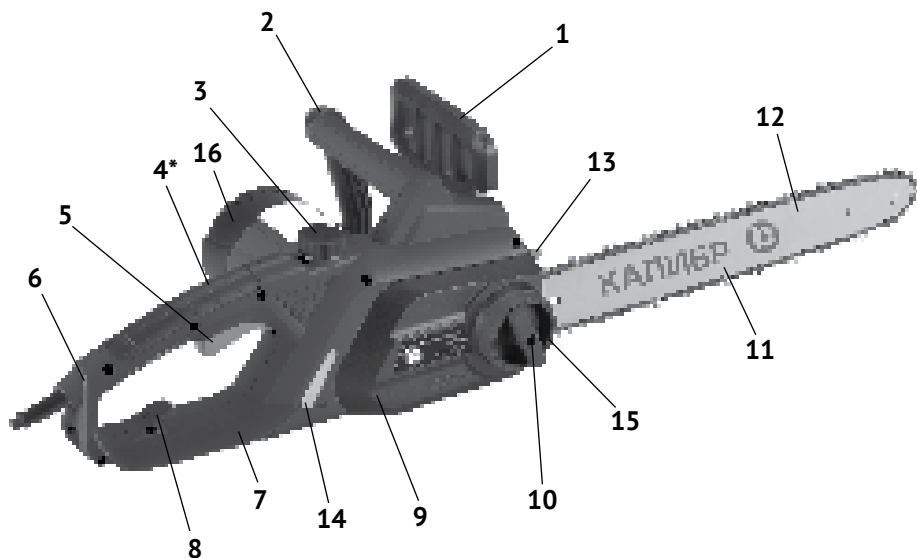
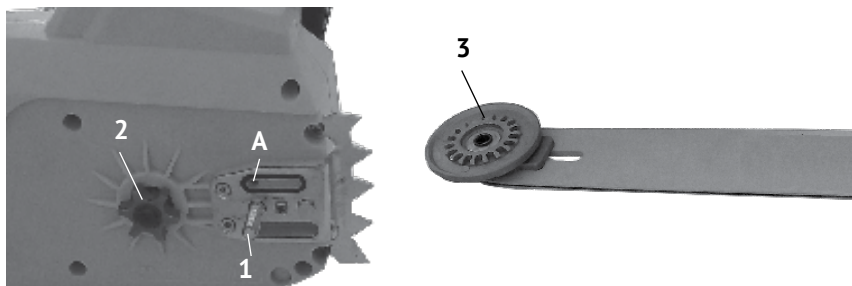

рис. 1
рис. 2
Привод цепи осуществляется однофазным коллекторным электродвигателем. Рабочим органом пилы является пильный аппарат, состоящий из бесконечной (замкнутой) пильной цепи (рис.1 поз.12), бегущей по направляющей шине (рис.1 поз.11).
1.3 Включение пилы в работу осуществляется нажатием на клавишу выключателя (рис.1 поз.5). Выключатель имеет блокировку от случайного включения. Нажатием кнопки (рис.1 поз.4, слева на задней рукоятке), клавиша выключателя разблокируется. После нажатия на клавишу выключателя (рис.1 поз.5), включается двигатель, и ведущая звёздочка приводит в движение пильную цепь. Отпущенная клавиша и кнопка блокировки (с характерным щелчком) возвращаются в исходное положение – «выключено».
Остановка цепи также осуществляется механическим тормозом двойного действия: вручную, нажав левой рукой на щиток тормоза (рис.1 поз.1) от себя, или при срабатывании автоматического инерционного привода (при отскоке, защемлении цепи).
Две рукоятки пилы – передняя (рис.1 поз.2) и задняя (рис.1 поз.6) оснащены устройством виброгашения.
2.4 Общий вид пилы представлен на рис.1
На правой половине корпуса находится крышка шины (рис.1 поз.9). На ней расположены ручка фиксации (рис.1 поз.10) и кольцо регулировки натяжения цепи (рис.1 поз.15).
Рядом с крышкой шины находится окно контроля уровня масла (рис.1 поз.14).
Перед установкой шины убедитесь, что тормоз цепи не находится в сработавшем положении. В противном случае переместите рычаг (щиток) тормоза (рис.1 поз.1) к передней рукоятке (рис.1 поз.2).
- открутив ручку фиксации крышки шины (рис.1 поз.10) и кольцо регулировки натяжения цепи (рис.1 поз.15), снять крышку шины;
- установить шину на болт крепления (рис.2 поз.1) в крайнее правое положение;
- пильную цепь (рис.1 поз.12) наденьте на ведущую звёздочку (рис.2 поз.2). Уложите верхнюю часть цепи в паз шины, пропустите цепь между зубцами ведомой звёздочки на переднем конце шины;
- слегка натяните цепь вращением по часовой стрелке внутреннего колеса системы натяжения (рис.2 поз.3);
- установите крышку шины и слегка затяните ручку фиксации (рис.1 поз.10).
Регулировка натяжения цепи производится кольцом (рис.1 поз.15) при ослабленной ручке крепления шины (рис.1 поз.10):
- отверните пробку маслобака (рис.1 поз.3);
- заполните бак маслом до верхней части окна (рис.1 поз.14, следите за тем, чтобы в бак не попала грязь);
Если следы масла не появляются, необходимо прочистить выходное отверстие (рис.2 поз.А) в корпусе редуктора.